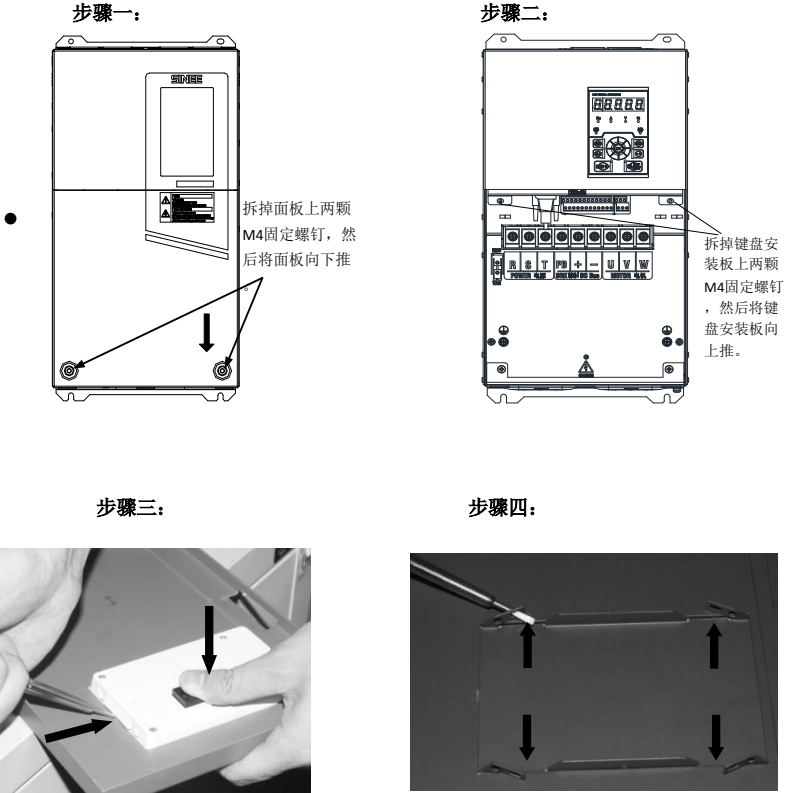

图 2-3 键盘拆卸图示
- 键盘的拆卸：将手指放在键盘上方的手指插入槽，略微用力向下按压，再轻轻往外拉即可拆下键盘；如图 2-3 所示。拆下键盘后，还需要使用随机附带的键盘孔盖将原孔封堵。